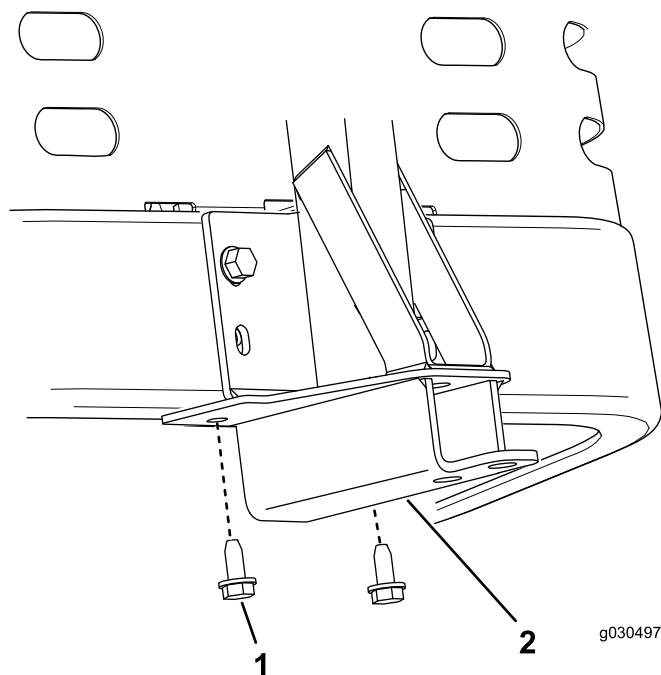

Figura 16
2. Fixai cadrul de pivotare la partea de sus a mainii folosind 2 uruburi cu autofiletare (5/16 × 3/4") aa cum se arată în Figura 16.